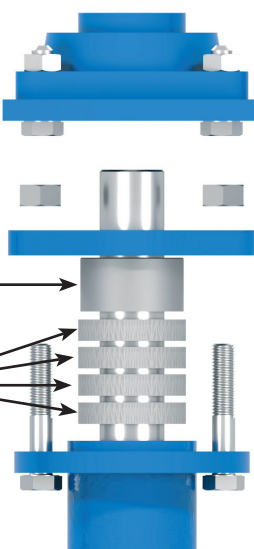

Abb. 8
5. Die gesamte alte Packung (25) anhand eines spitzen Werkzeugs herausnehmen und dabei darauf achten, dass die Oberfläche der Welle nicht beschädigt wird (Abb. 8).